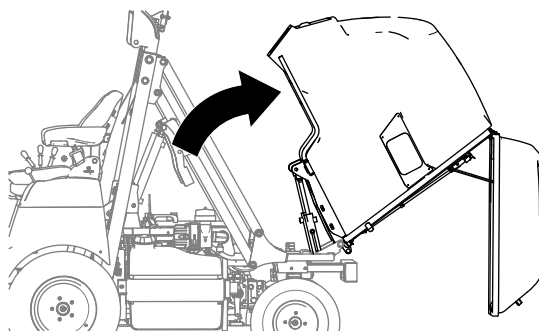

Figura 56
2. Pivotați manual buncărul în sus și înapoi (Figura 56).